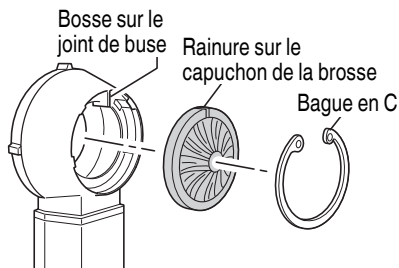

Fig. 19
- (b) Remplacement du capuchon de la brosse (Fig. 19)
- ① Utiliser des pinces ou un outil similaire retirer la bague en C, puis remplacer le capuchon de la brosse par un neuf.
- ② Aligner la rainure du nouveau capuchon de brosse avec la butée sur la buse et les imbriquer ensemble.
- ③ Remettre la bague en C dans sa position d'origine, en veillant à ce qu'elle soit bien en place et ne risque pas de se détacher.